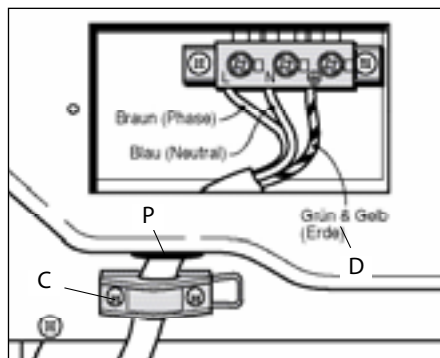

Abbildung 10
- Entfernen Sie die Schrauben C der Kabelklemme (Abb. 10).